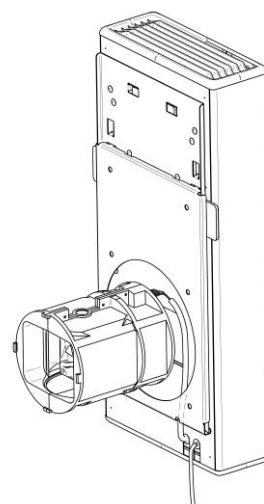

Рис. 21
12. Подключите питание. Вид прибора в собранном виде, см. Рис. 21